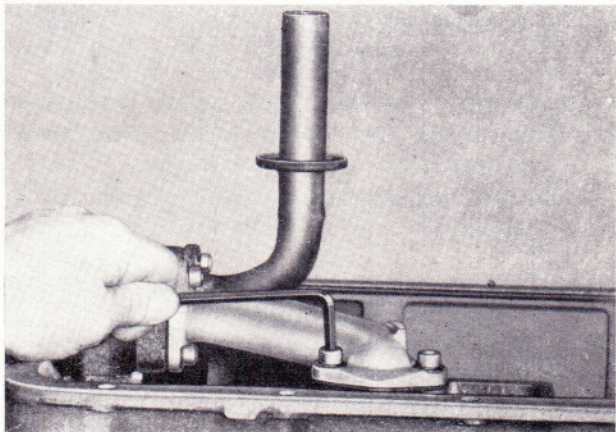

Bild 47
- Befestigungsschrauben der Öldruckleitung mit 6-mm-Sechskantstiftschlüssel herauschrauben (Bild 47).